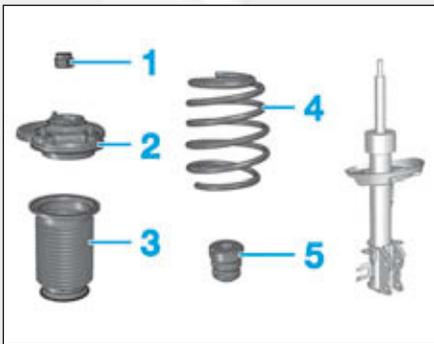

FIG.4
- l'écrou (1) (Fig.4),
- la coupelle (2),
- le soufflet de protection (3),
- Le ressort (4) comprimé,
- La butée (5).